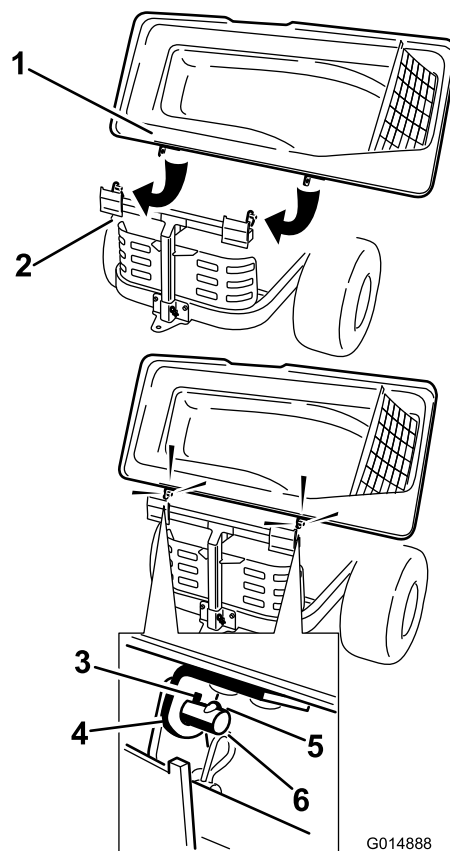

Figura 17
1. Instale la tapa del ensacador en el bastidor del ensacador. Gire la tapa del ensacador para alinear los orificios de los soportes de la tapa del ensacador con las clavijas de los bulones del bastidor del ensacador (Figura 17). Coloque los soportes sobre los bulones y baje la tapa del ensacador a su posición de funcionamiento.